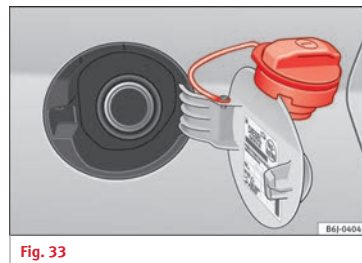

Fig. 33
- Sujételo en la parte superior de la tapa del depósito » fig. 33.